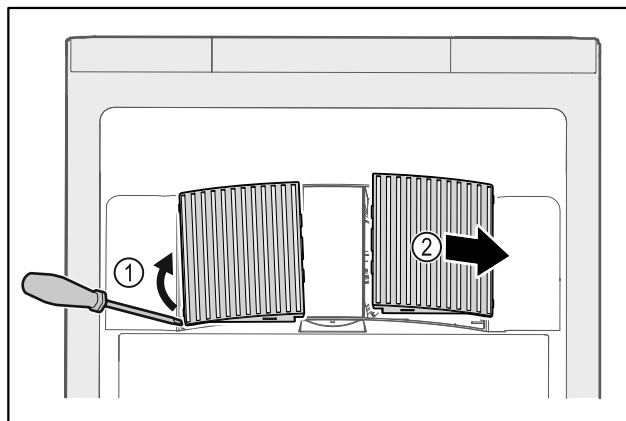

Fig. 126
- ▶ Oprezno podignite ventilatorske pokrove sa strane Fig. 126 (1) i skinite ih prema naprijed Fig. 126 (2).